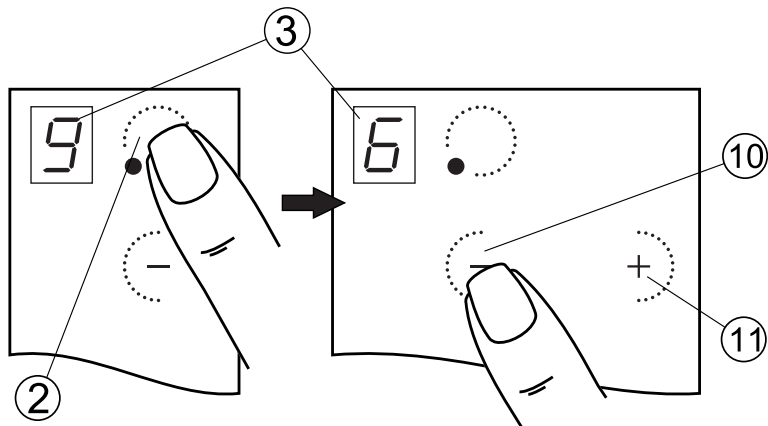

Рис.14
1. Работаящую конфорку касанием зоны ② перевести в режим управления (рис. 14).